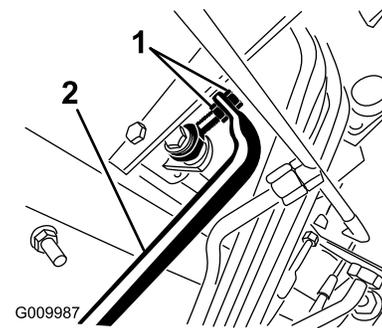

Bild 94
5. Stellen Sie die Klemmmuttern am Pumpenstangenende ein, um das Pumpensteuerungsrohr nach vorne zu verschieben, um ein Kriechen nach vorne zu vermeiden, oder um das Pumpensteuerungsrohr nach hinten zu verschieben, um ein Kriechen nach hinten zu vermeiden (**Bild 94**).